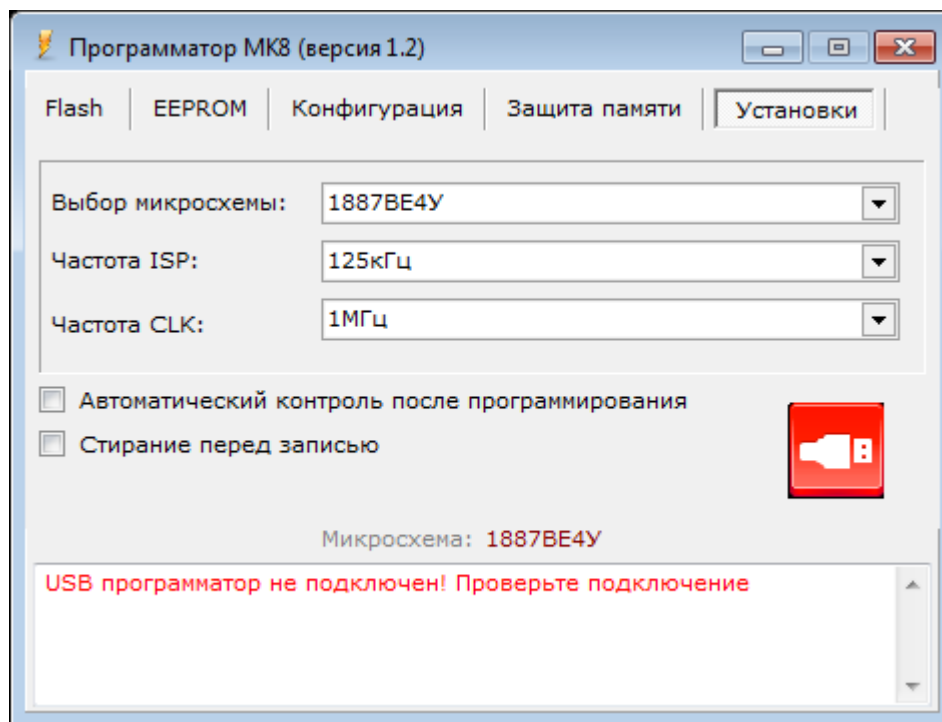

Рисунок 4 – Отсутствие программного подключения программатора
5.6 Если при запуске ПО программное подключение не выполнилось, то появится сообщение, что USB программатор не подключен (см. рисунок 4). В этом случае внимательно проверьте физическое подключение программатора к компьютеру и нажмите кнопку программного подключения USB программатора (квадратная красная кнопка с изображением USB-коннектора).